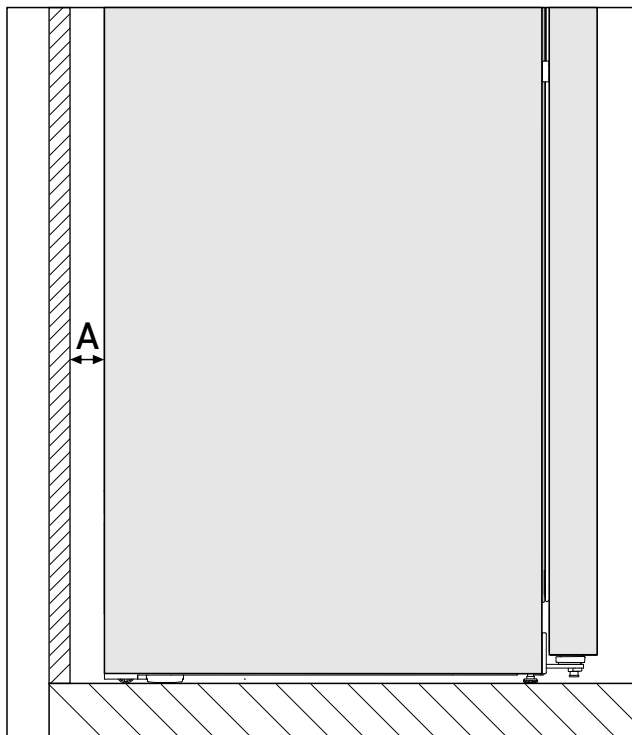

Fig. 3*
Потребление электроэнергии определено при расстоянии Fig. 3 (A) между задней стенкой устройства и стеной помещения. Расстояние до стены помещения менее Fig. 3 (A) не влияет на функциональность устройства, но незначительно увеличивает потребление электроэнергии устройства.